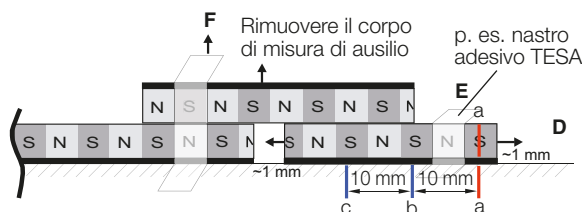

Fig. 4-10: Apporre tre contrassegni a, b e c
5. Spostare il secondo corpo di misura M2 sotto il corpo di misura di ausilio in una o nell'altra direzione, finché viene raggiunta l'attrazione massima. Fissare il corpo di misura M2 in questa posizione stabile con nastro adesivo TESA. Rimuovere il corpo di misura di ausilio (Fig. 4-10).
6. Contrassegnare il corpo di misura M2 e la parte macchina in una qualsiasi posizione (a) (Fig. 4-10). Partendo da questo contrassegno in direzione giunto, applicare due altri contrassegni (b e c) solo sulla parte macchina, rispettivamente a una distanza di 1 coppia poli (qui 10 mm).